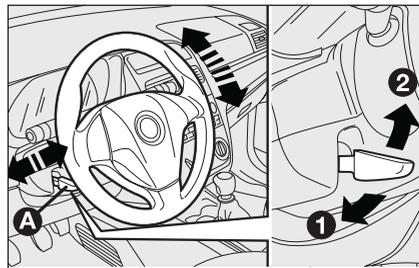

Рис. 31
- натиснувши важіль **A** (рис. 31), переведіть його в положення 1;
- потягнувши важіль **A**, поверніть його у вихідне положення (положення 2, рис. 31).